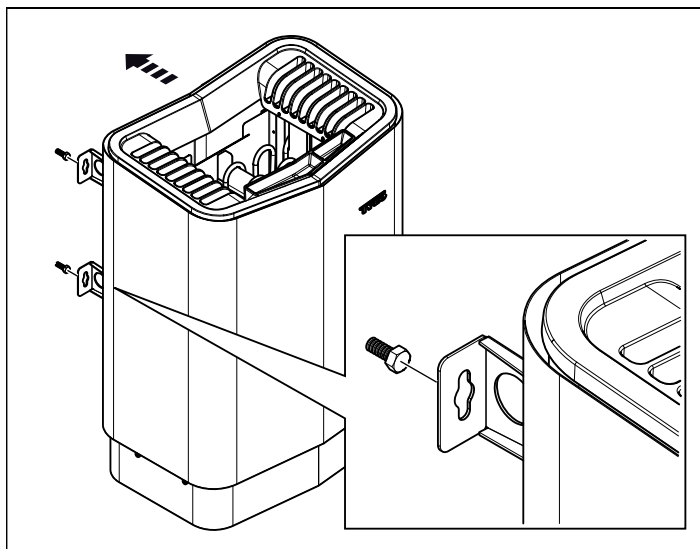

Рисунок 12: Подвесьте устройство.
11. Закрепите устройство винтами, см. рис. 12.